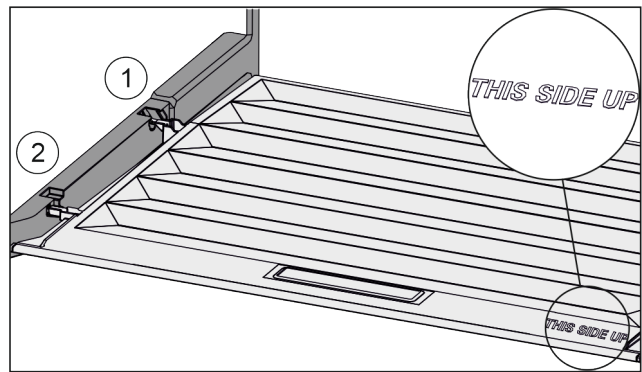

Fig. 108
- ▶ Вставить поперечные ребра крышки через отверстие заднего держателя Fig. 108 (1) и защелкнуть спереди в держателе Fig. 108 (2).